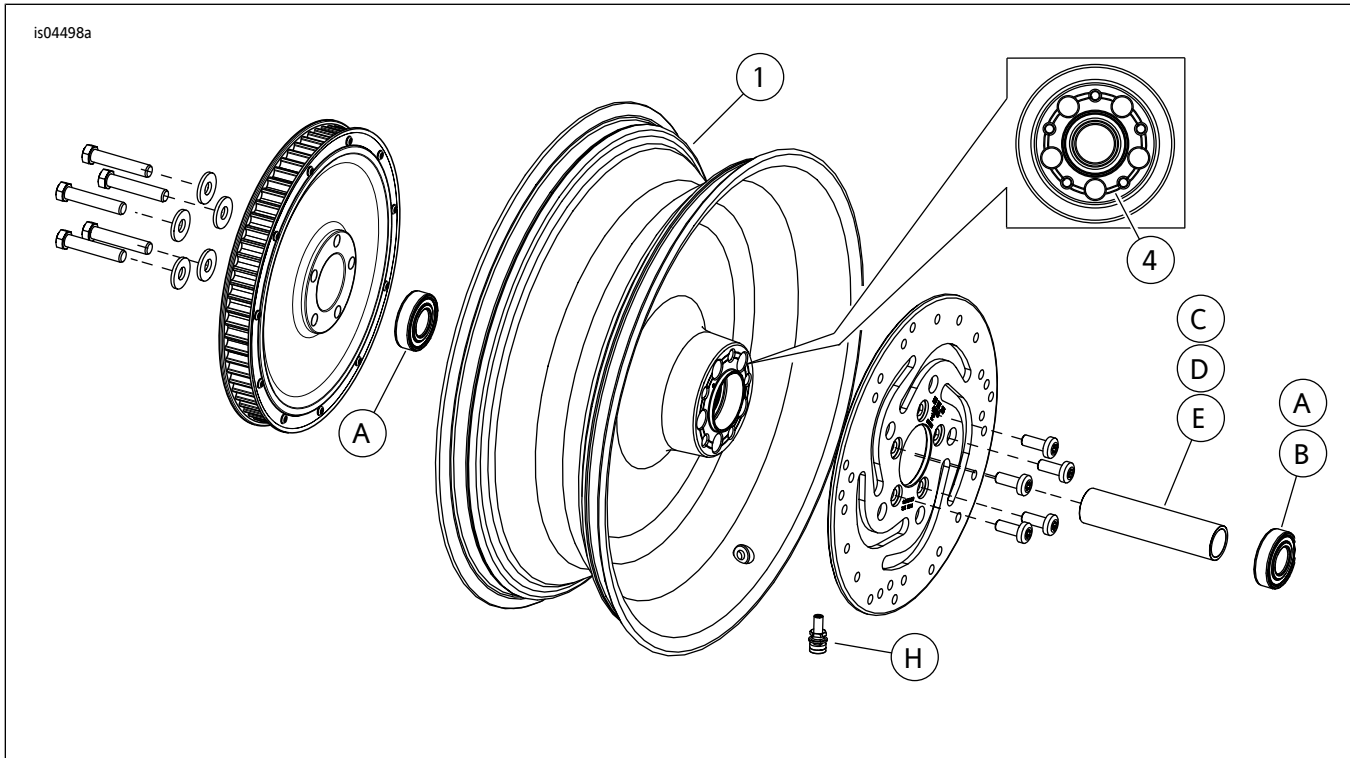

图1。维修零件：锻造实心盘式后轮
参见图1和表2
2. 参见图1。在车轮上安装阀杆组件( H )。参阅维修手册中的“轮胎”部分。